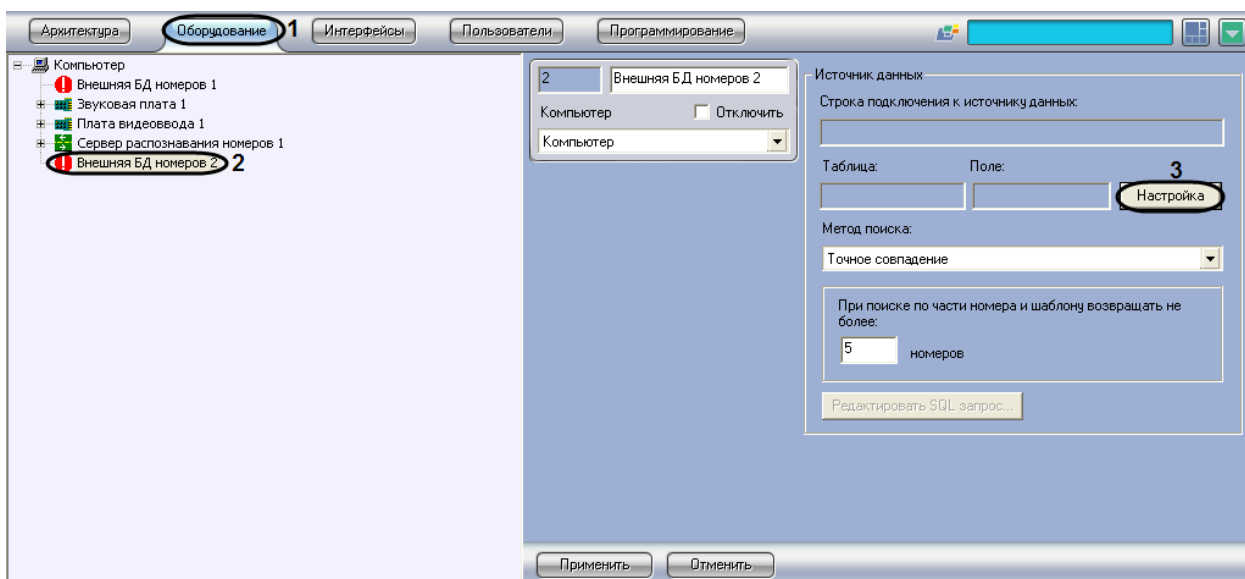

Рис. 7.6—1. Подключение к внешней базе данных
2. Выбрать в дереве объект «Внешняя БД номеров» (Рис. 7.6—1, 2).
3. Нажать кнопку «Настройка» (см. Рис. 7.6—1, 3).